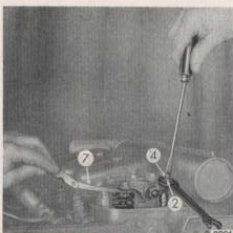
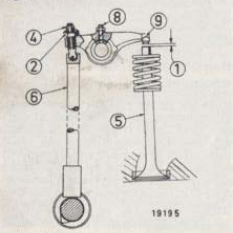

Figure 32
Figure 33
(Fig. 32 et 33)
La vérification du jeu aux soupapes s'effectue toujours à moteur froid, au moyen d'une jauge d'épaisseur (7 fig. 32). Au préalable et à l'aide d'une clé à douille de 36 engagée dans la sortie avant du vilebrequin, virer le moteur pour que les 2 soupapes du cylindre intéressé soient fermées c.-à-d. que les tiges des culbuteurs (6 fig. 33) se laissent tourner à la main; la jauge d'épaisseur doit être engagée de justesse dans l'espace (1) entre la pastille du culbuteur et la tige de la soupape, et cela aussi bien à la soupape d'admission qu'à celle d'échappement. Pour autant que l'intervalle 1 est trop étroit ou trop haut, dévisser le contre-écrou (2) de 1 à 2 tours, agir avec un tourne-vis sur la vis de calage (4 fig. 32) de façon qu'après avoir resserré le contre-écrou la lame de la jauge puisse être retirée de justesse.
L'opérateur s'assurera que la marque au poinçon portée sur le gicleur-doseur (8 fig. 33) est bien orientée vers le talon du culbuteur pour assurer la lubrification des tiges de soupapes pendant la marche au ralenti extrême!
\* Le jeu aux soupapes est l'intervalle 1 (fig. 33) indispensable entre la pastille du culbuteur 3 et la tige de la soupape 5. S'il est bien calé, le moteur tourne rond et développe toute sa puissance. L'opération de calage peut être effectuée - selon les indications ci-après - par tout bon opérateur; en cas d'hésitation, s'adresser au concessionnaire le plus proche.